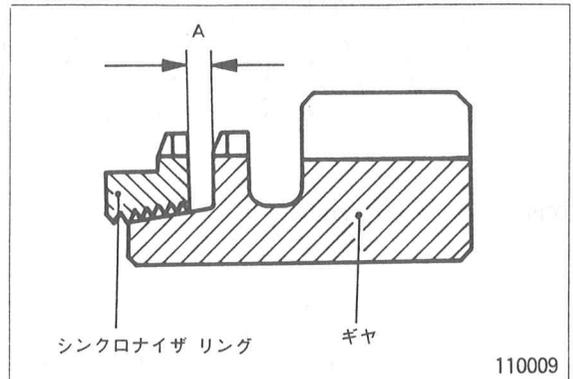

図20 シンクロナイザ リング点検
- (9) 3速ギヤが円滑に回転し、異音を発生しないことを確認する。
- (10) 2速ギヤ及びニードルベアリングをメインシャフトに取付ける。
- (11) シンクロナイザリングを2速ギヤに取付ける。シンクロナイザリングとギヤのすきまを点検する。(図20)
- (12) 1-2速シンクロナイザアセンブリをメインシャフトに取付ける。
- (13) 1速ギヤブッシュをメインシャフトに圧入する。
- (14) 1速ギヤにシンクロナイザリングを取付け、すきまを点検する。(図20)
- (15) 1速ギヤ、ニードルベアリング及びシンクロナイザリングをメインシャフトに取付ける。
- (16) ベアリングスペーサを取付ける。
- (17) ベアリングスペーサを1速ギヤ側へ強く押しつけ、1速ギヤ及び2速ギヤが円滑に回転し、異音を発生しないことを確認する。